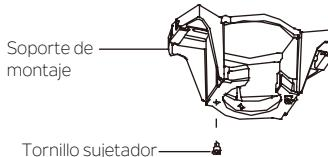

Fig. 6
**Paso 2 :** Ahora debe retirar uno de los dos tornillos sujetadores en el soporte de montaje y guárde lo para su uso posterior. Afloje el segundo tornillo sujetador sin quitarlo por completo. (Fig. 6)